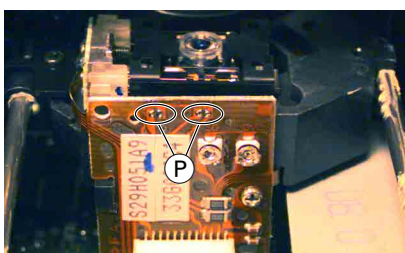

Fig. 6
Schließen Sie deshalb die Flexprintleitung zur Lasereinheit **vor dem Lösen der Steckverbindung** mit einer Büroklammer kurz oder bringen Sie die Schutzlötstellen **Ⓟ** (Fig. 6) an.
For this reason, **before disconnecting** the Flexprint lead from the laser unit, short-circuit it by means of a paper clip or apply the protective soldering points **Ⓟ** (Fig. 6).
- werkseitig angebrachte Schutzlötstellen der Lasereinheit entfernen (Fig. 6)
- Remove the factory-applied protective soldering joints from the laser unit (Fig. 6).